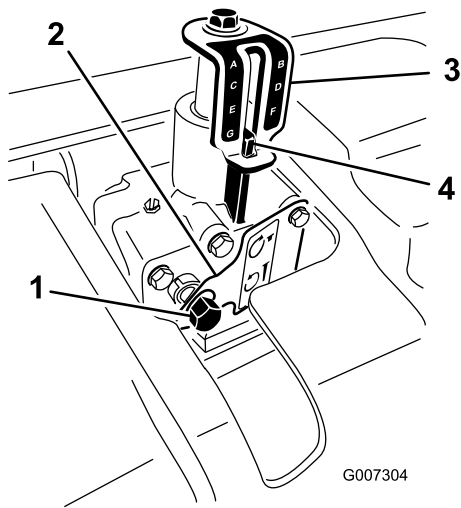

Bild 24
3. Setzen Sie einen Sechskantschlüssel (9/16") mit Ratsche auf die Antriebswelle des Tiefeneinstellers auf (Bild 24).
5. Drehen Sie den Tiefeneinsteller nach rechts, um die Aeriervorgabertiefe zu verringern oder nach links, um sie zu erhöhen (Bild 24).
6. Drehen Sie die Antriebswelle des Tiefeneinstellers, bis die gewünschte Tiefe auf dem Aufkleber für die Tiefenanzeige angezeigt wird (Bild 24).